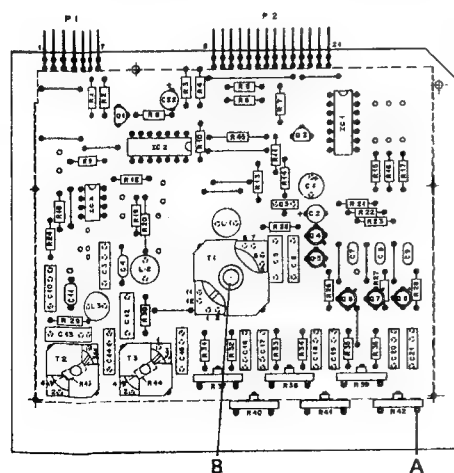

Fig. 5.6
- Digitalzähler an Punkt A (Fig. 5.6) anschliessen.
- Die Frequenz muss 105 kHz  $\pm$  1 kHz betragen. Falls die Abweichung grösser ist, kann dies mit dem Spulenkern von T1 (Fig.5.6, Punkt B) korrigiert werden.
- Connect digital counter to point A (Fig. 5.6).
- The frequency must measure 105 kHz  $\pm$  1 kHz. If the deviation is larger, this can be corrected with the trimmer slug of T1 (Fig. 5.6, point B).
- Raccordez le fréquencemètre digital au point A (fig.5.6).
- La fréquence doit être de 105 kHz  $\pm$  1 kHz. Si l'écart est plus grand, il peut être corrigé en agissant sur le noyau de T1 (fig.5.6 point B).